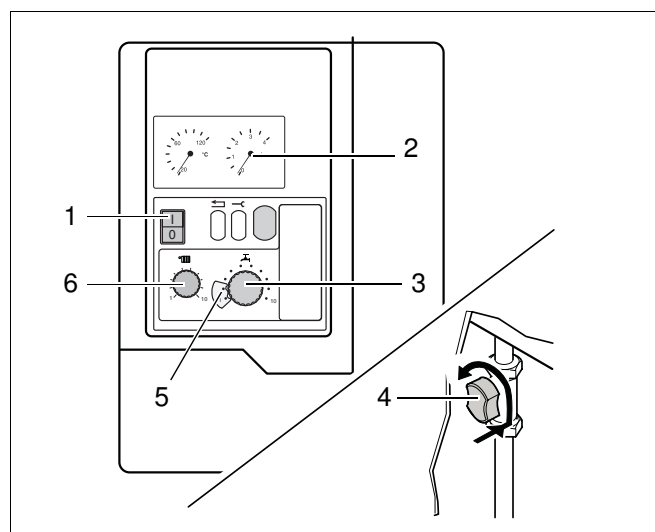

Abb. 8 Bedienfeld, Druckanzeige, Gasabsperrhahn, Temperaturanzeige
- Vorlauftemperatur am Regler (Abb. 8, Pos. 6) einstellen (siehe Tab. 1).
- Warmwassertemperatur für Logamax plus GB122-24K mit integrierter Warmwasserbereitung am Regler (Abb. 8, Pos. 3) einstellen (siehe Tab. 2). Zum Energiesparen (keine Warmhaltefunktion) Regler (Abb. 8, Pos. 3) auf Kaltstart-Stellung "1" stellen. Auslauftemperatur dabei: 60 °C.
- Warmwassertemperatur für Logamax plus GB122 mit externem Speicher am Regler (Abb. 8, Pos. 3) mit Hilfe der Tab. 3 einstellen.
- Gasabsperrhahn öffnen: Eindrücken und nach links in senkrechte Position drehen (Abb. 8, Pos. 4).
- Netzschalter (Abb. 8, Pos. 1) auf Stellung "I" stellen. Gerät beginnt mit dem Startprogramm, nach ca. 30 s zündet der Brenner.